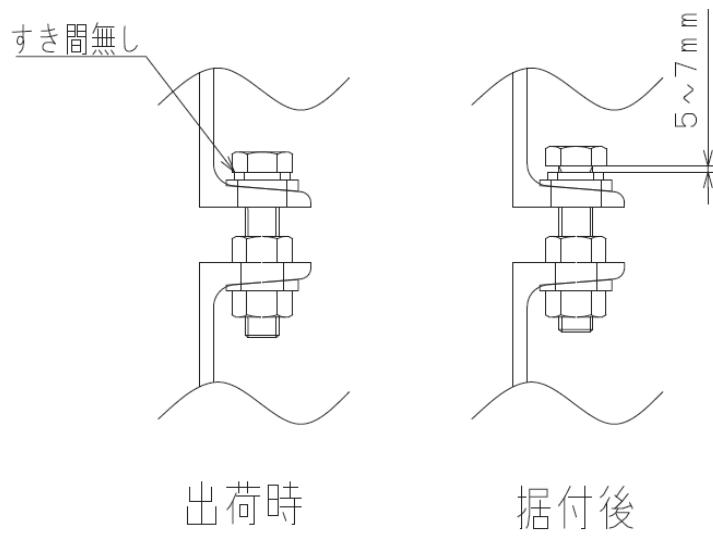

図 5 ストッパー螺栓締結方法
(2) 図 5_出荷時のようにストッパー螺栓を締め付けた状態で出荷します。納入現場にて製品据付後は、必ずストッパー螺栓を図 5_据付後に示すような位置で固定してください。
ロックした(図 5_出荷時)状態では、期待される防振効果が得られません。